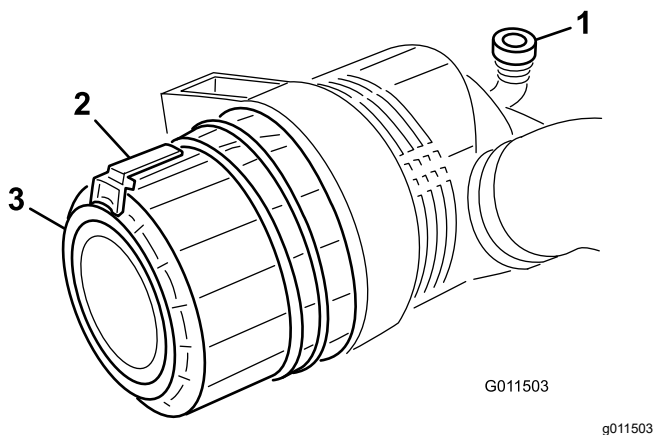

Figure 73
1. Tirez le verrou vers l'extérieur et tournez le couvercle du filtre à air dans le sens antihoraire (Figure 73).